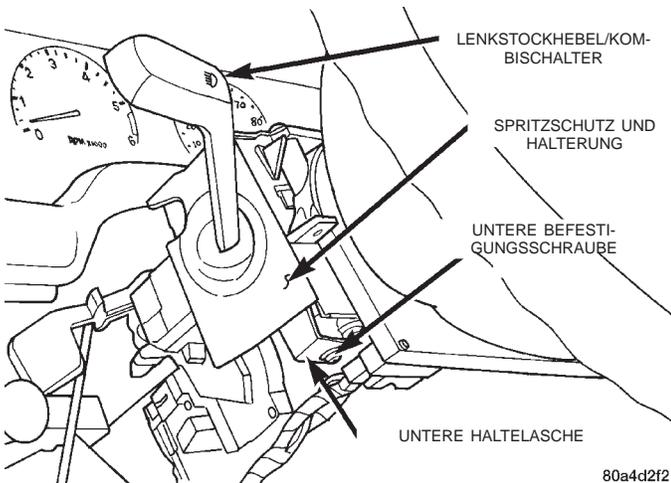

Abb. 7 Untere Befestigungsschrauben des Spritzschutzes lösen bzw. eindrehen
(7) Die eine Schraube unterhalb des Lenkstockhebels des Kombischalters lösen, mit welcher der Spritzschutz samt Halterung des Kombischalters an der Lenksäule befestigt ist (Abb. 7).